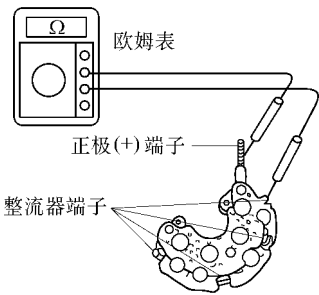

图 7-24 将一个测试棒连接到整流器各端子
①将一个测试棒连接到整流器的各端子，将另一个测试棒接到整流器负极端子，如图 7-24所示。